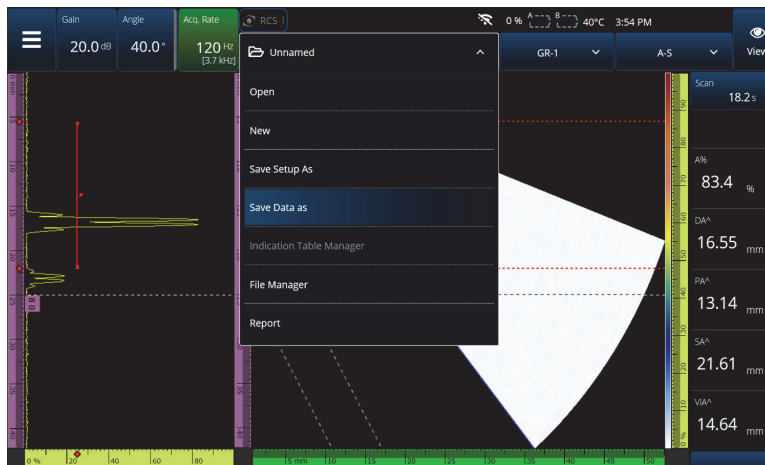
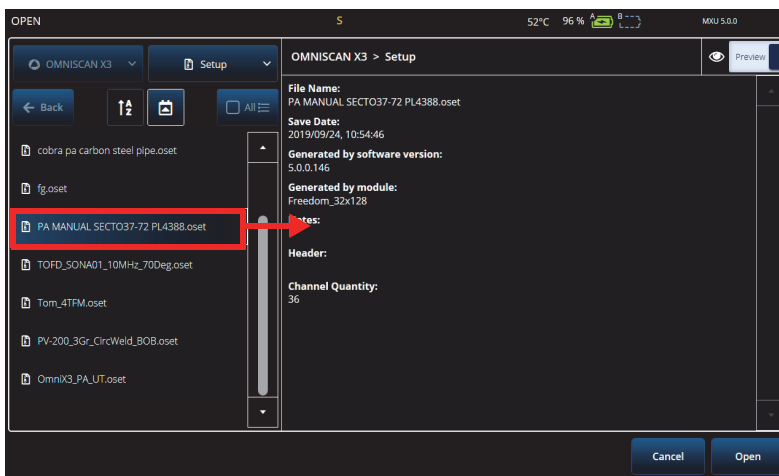

图 6-1 文件菜单
图 6-2 打开菜单
检测设置和数据使用文件保存和编排，并在报告中呈现。您可以使用 **File**（文件）菜单访问多个文件参数、**Report**（报告）工件和 **File Manager**（文件管理器）（参见第 187 页的图 6-1）。
- 要保存您的设置文件，需在 **File**（文件）菜单中选择 **Save Setup As**（将设置另存为）（参见第187页的图 6-1）。
- 要打开文件，需在 **File**（文件）菜单中选择 **Open**（打开）（参见第187页的图 6-1），然后选择文件所在的目录。您可以通过选择文件类型来打开设置文件或数据文件。您还可以使用 **Filter**（过滤器）图标按字母顺序或按日期排列文件，并预览所选文件（参见第188页的图 6-2）。